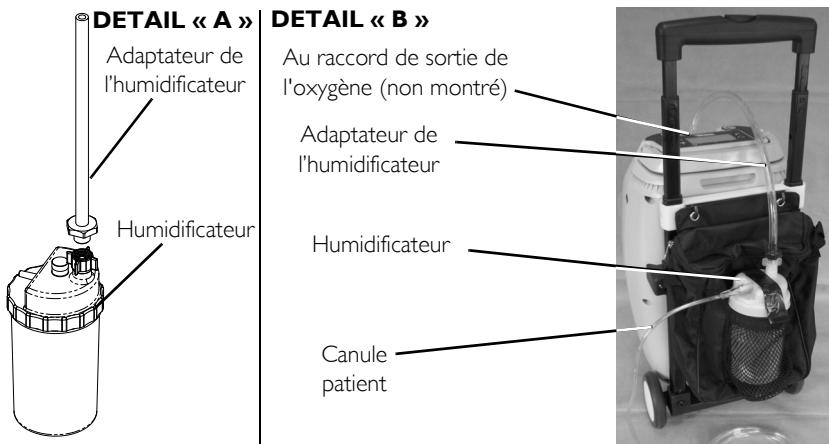

FIGURE 6.4 Raccorder l'humidificateur
REMARQUE : Pour cette procédure, veuillez vous référer à FIGURE 6.3 et FIGURE 6.4 à la page 184.
3. Fixez l'adaptateur de l'humidificateur à l'humidificateur en tournant la vis à oreilles de l'humidificateur dans le sens des aiguilles d'une montre jusqu'à ce qu'il soit bien fixé. Voir DÉTAIL « A » dans FIGURE 6.4.
4. Mettez l'ensemble humidificateur/adaptateur dans la poche extérieure de la sacoche accessoire. Fixez la sacoche accessoire au chariot de transport comme illustré à FIGURE 6.4.
6. Fixer le tube à oxygène à l'humidificateur ou sur le raccord de sortie de l'oxygène sur le concentrateur. Voir DÉTAIL « B » à FIGURE 6.4.
7. Fixer la canule / le tube d'alimentation du patient à la sortie de l'humidificateur. Voir DÉTAIL « B » à FIGURE 6.4.